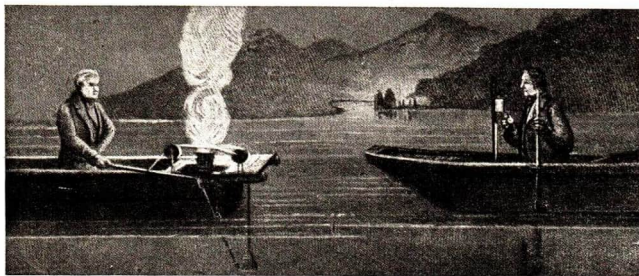

Abb. 195. Versuch von Colladon und Sturm im Genfer See (1827)
b) Die Schallgeschwindigkeit in Wasser ist 1435 m/sek. Sie wurde 1827 von *Colladon* und *Sturm* im Genfer See bestimmt (Abb. 195).